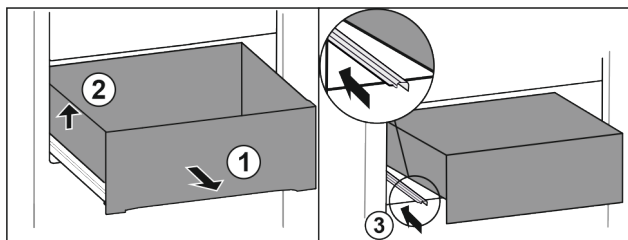

Fig. 21
- ▶ Vytáhněte zásuvku až na doraz. Fig. 21 (1)
- ▶ Nadzvedněte zásuvku vlevo. Fig. 21 (2)
- ▶ Zasuňte levou kolejničku. Fig. 21 (3)